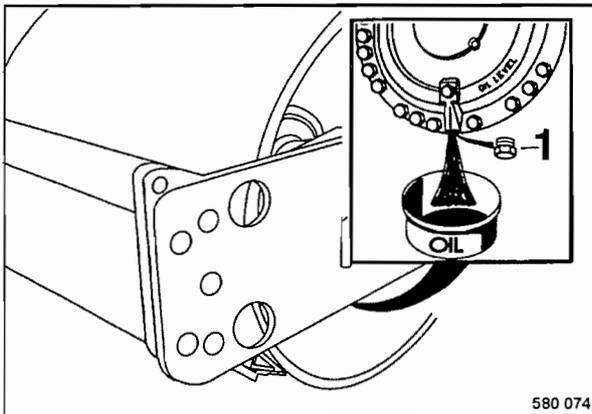

Fig. 88
- Estacionar el rodillo de forma que el tapón de descarga 1 (Fig. 88) se encuentra en el punto más abajo.